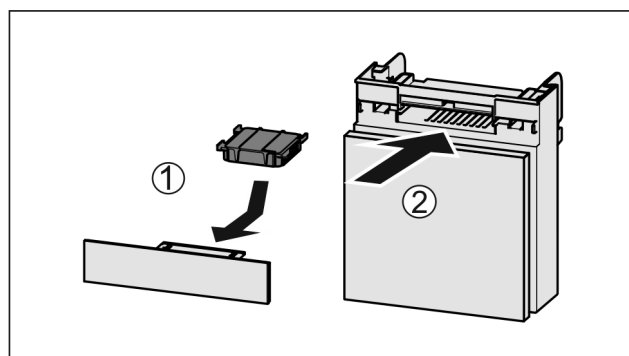

Fig. 156
- Anbring aktivkulfilteret som vis på billedet Fig. 156 (1).
- Skub rummet ind Fig. 156 (2).